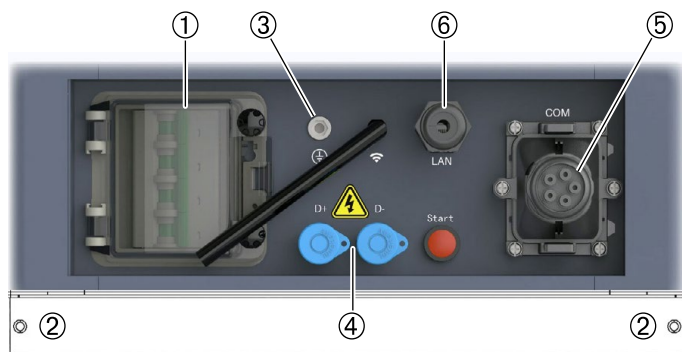

Fig. 5.1 - Modulo di controllo FC1000, vista posteriore
- Scollegare i cavi di alimentazione **D+** e **D-** (4, Fig. 5.1), i cavi di comunicazione (5 e 6, Fig. 5.1) e il cavo di messa a terra (3, Fig. 5.1) del modulo di controllo BMS.
- Installare di nuovo il cavo di messa a terra (3, Fig. 5.1), i cavi di comunicazione (5 e 6, Fig. 5.1) e il cavo di alimentazione **D+** e **D-** (4, Fig. 5.1).